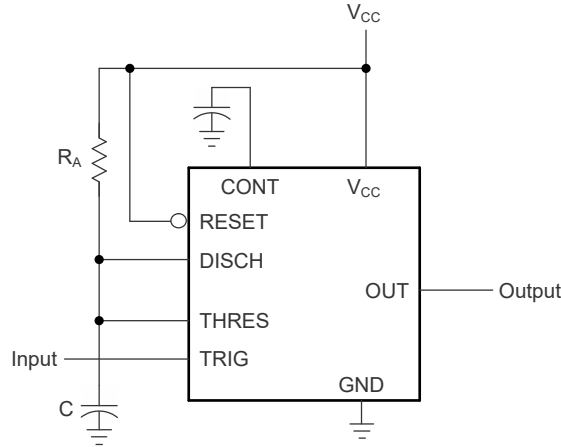

图 6-2. 单稳态工作模式电路
- (1) 对于显示为“最小值”或“最大值”的条件，请使用在*建议工作条件*下指定的相应值。
- (2) 指定的值适用于类似于图 6-2 的单稳态电路中的器件，具有以下组件值： $R_A = 2k\Omega$  至  $100k\Omega$ ， $C = 0.1\mu F$ 。
对于单稳态工作模式，图 6-2 展示了如何连接这些计时器中的任何一个。如果输出为低电平，向触发器 (TRIG) 施加负脉冲可设置触发器 ( $\bar{Q}$  变为低电平)，将输出驱动为高电平，并关闭 Q1。然后，电容器 C 通过  $R_A$  充电，直到电容器上的电压达到阈值 (THRES) 输入的阈值电压。如果 TRIG 恢复至高电平，则阈值比较器的输出会重置触发器 ( $\bar{Q}$  变为高电平)，将输出驱动为低电平，并通过 Q1 对电容器 C 进行放电。
按照图 6-5 中所示，在图 6-2 电路中增加第二个电阻器 ( $R_B$ ) 并将触发器输入连接到阈值输入会导致计时器自触发并作为多谐振荡器工作。电容器  $C$  通过  $R_A$  和  $R_B$  充电，然后仅通过  $R_B$  放电。因此，占空比由  $R_A$  和  $R_B$  的值控制。
通过调整计时周期的长度，图 6-2 的基本电路可用作分频器。图 6-8 显示了一种三分频电路，该电路利用了在规定时间内无法发生重新触发这一特性。
请参阅 图 6-2